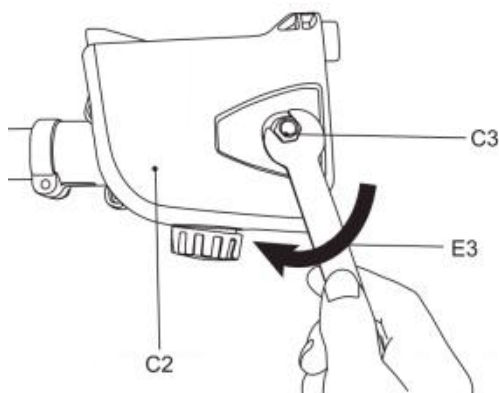

Fig. 12
8) Vuelva a colocar la tapa (C2), primero la parte trasera y luego la delantera, asegurándose de que el pasador esté en su posición. Apriete ligeramente la tuerca restante (C3) con la llave de montaje (E3) (Fig. 12). No apriete las tuercas por completo, ya que primero es necesario tensar la cadena de la sierra.